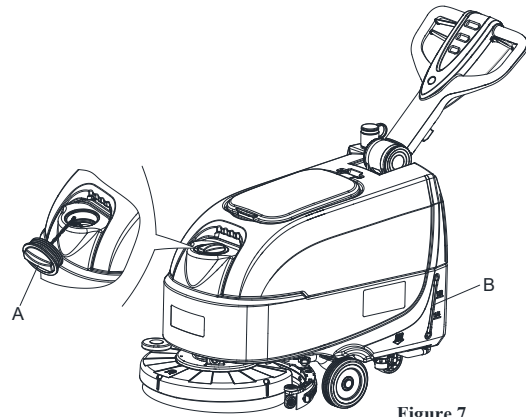

Figure 7
3. No llene demasiado el depósito, refiérase al indicador del nivel de agua (B, Figure 7) en cuanto al volumen del agua.